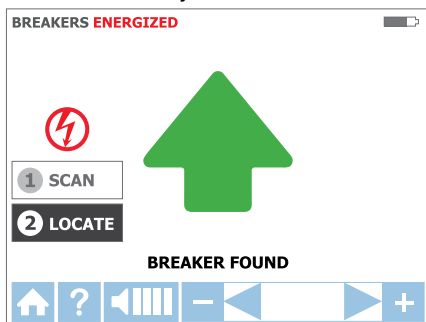

Figura 3.3e
3. Rastreie novamente todos os disjuntores até a seta verde sólida e alerta sonoro (bipe contínuo) indicar que o disjuntor correto foi encontrado. (Vide figura 3.3e)